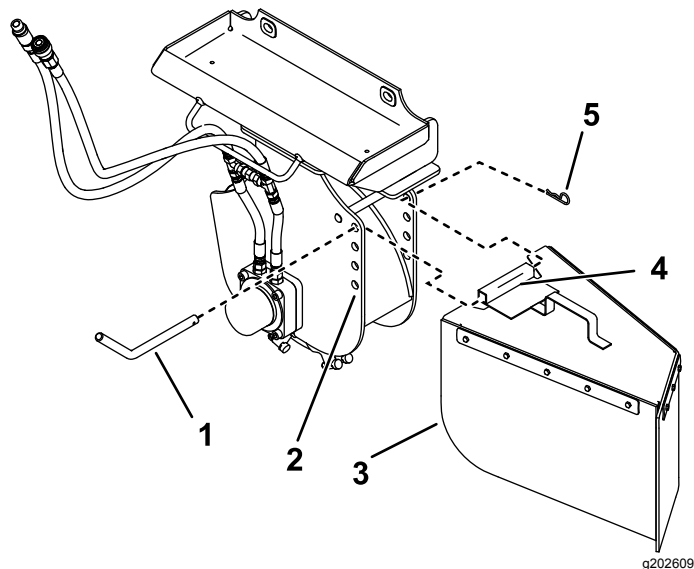

Figura 10
La destroconadora tiene 4 juegos de taladros de montaje para posicionar la coraza (Figura 10). Suba la coraza (taladros superiores) para desbastar cerca del suelo, y bájela (taladros inferiores) para desbastar tocones altos. Instale de la coraza de la siguiente manera:
1. Coloque el tubo de montaje de la coraza entre 2 taladros del desbastador (Figura 10).
2. Deslice el pasador de la coraza por los taladros del desbastador y por el tubo de montaje (Figura 10).
3. Sujete el pasador con un pasador de horquilla (Figura 10).